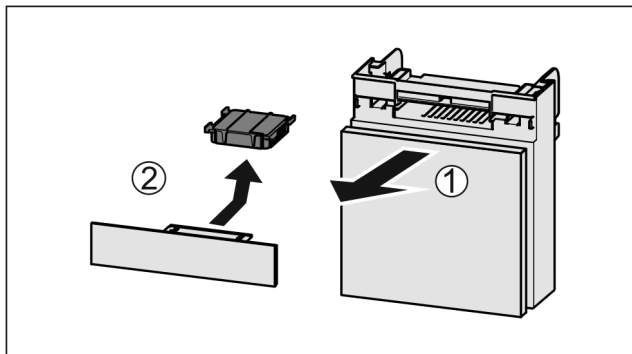

Fig. 116
- ▶ Zásuvku vytáhněte dopředu Fig. 116 (1).
- ▶ Filtr s aktivním uhlím vyjměte Fig. 116 (2).